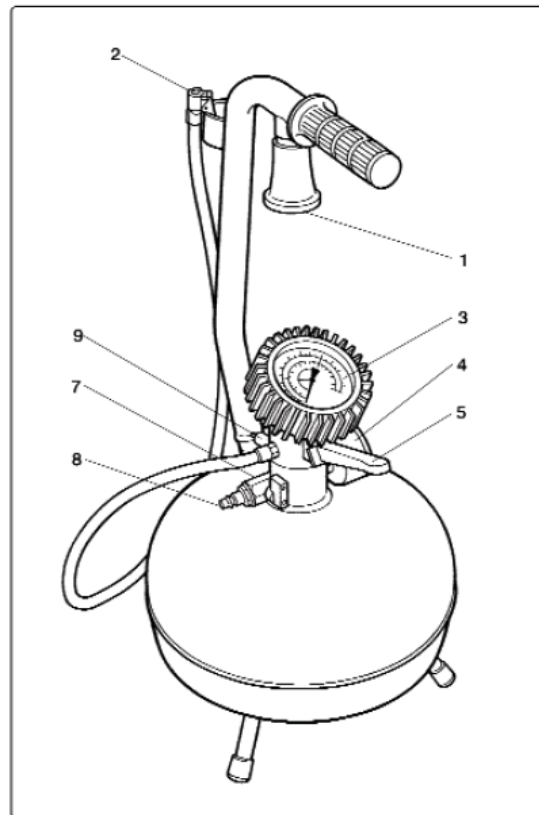

Fig.1
- 1) De tank op druk brengen door de snelle koppeling (8 - Fig.1) of de mof (1) te gebruiken. Bereik de MAX. druk van 10 BAR.
- 2) De kogelklep (7) sluiten of de houder van de oplaadsteun optillen (optional art. 90/S en 91/S). De drukmeter (4) geeft de druk in de tank aan, de veiligheidsklep (9) vermijdt het dat er een overdruk wordt bereikt.
- 3) Het kopje (2) op het ventiel van de band vastmaken, voor het oppompen moet er op de hendel (5) een complete druk worden uitgevoerd (men merkt dat er twee overschakelingsimpulsen worden gegeven). Voor het pompen moet er op de hendel (5) worden gedrukt (eerste overschakelingsimpuls). De druk van de band is op de grotere drukmeter weergegeven (3).